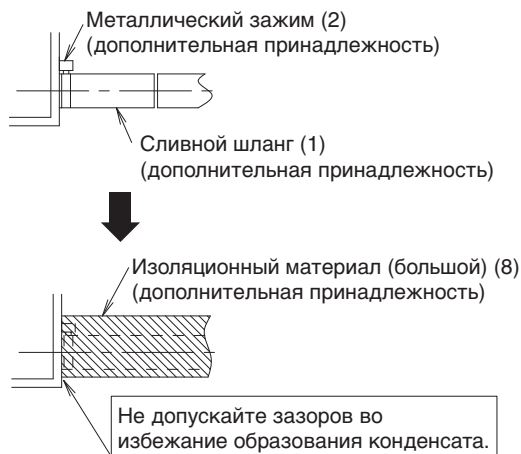

Рис. 25
- Следует использовать сливной шланг (1) и металлический зажим (2), имеющиеся в комплекте. Также вставьте сливной шланг (1) в основание дренажного гнезда и плотно закрепите его металлическим зажимом (2). (См. рис. 25 и 26)
- При выполнении изоляции наматывайте имеющийся в комплекте изоляционный материал (большой) (8) от металлического зажима (2) и сливного шланга (1) в направлении, указанном стрелкой. (См. рис. 25 и 26)